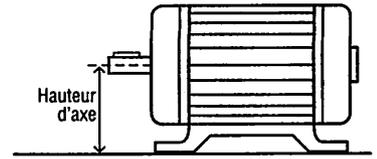

Fig. 12 : Hauteur d'axe.
– La dimension caractéristique, à retenir pour un moteur, est sa hauteur d'axe (*fig. 12*), hauteurs d'axes normalisées :